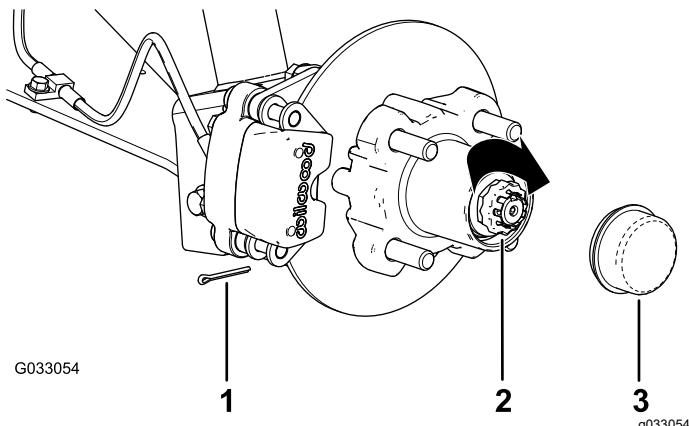

Figura 27
8. Coloque el retén sobre la tuerca y compruebe la alineación de la ranura del retenedor y el orificio de la chaveta del eje (Figura 27).
- 9. Instale la chaveta y doble las patas alrededor del retén (Figura 27).
- 10. Instale el tapón guardapolvo sobre el cubo (Figura 27).